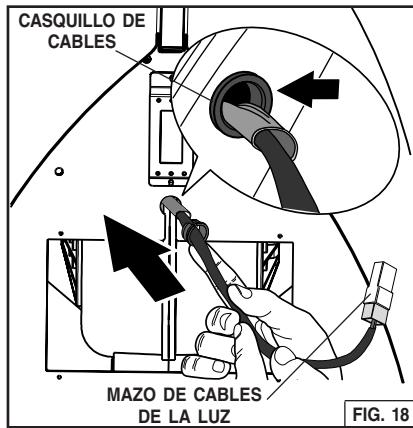

FIG. 18
2. Pase el mazo de cables de la luz por el orificio en la placa de la brida como se muestra. Coloque el casquillo de cables sobre el cable y encaje el casquillo en la brida de metal. Fig. 18.